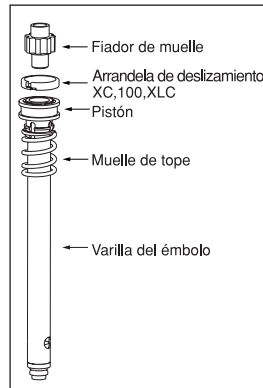

Fig. 9
12. Retire los conjuntos amortiguadores de los tubos superiores utilizando unas tenacillas de punta fina para extraer arandelas de presión, y anote la orientación de todas las piezas. La varilla del amortiguador derecho incluye los siguientes elementos: varilla de émbolo, anillo deslizante, anillo de tope superior, fiador de muelle, pistón y válvula de vaivén, y arandelas onduladas; el brazo izquierdo contiene un émbolo, muelle de tope superior, fiador de muelle y pistón (Ver Fig. 9 y 10).
1. Instale un nuevo kit de amortiguación en los tubos superiores. Asegúrese de que todas las piezas estén limpias e instaladas en el orden correcto (ver página 82, Figs. 9 y 10).